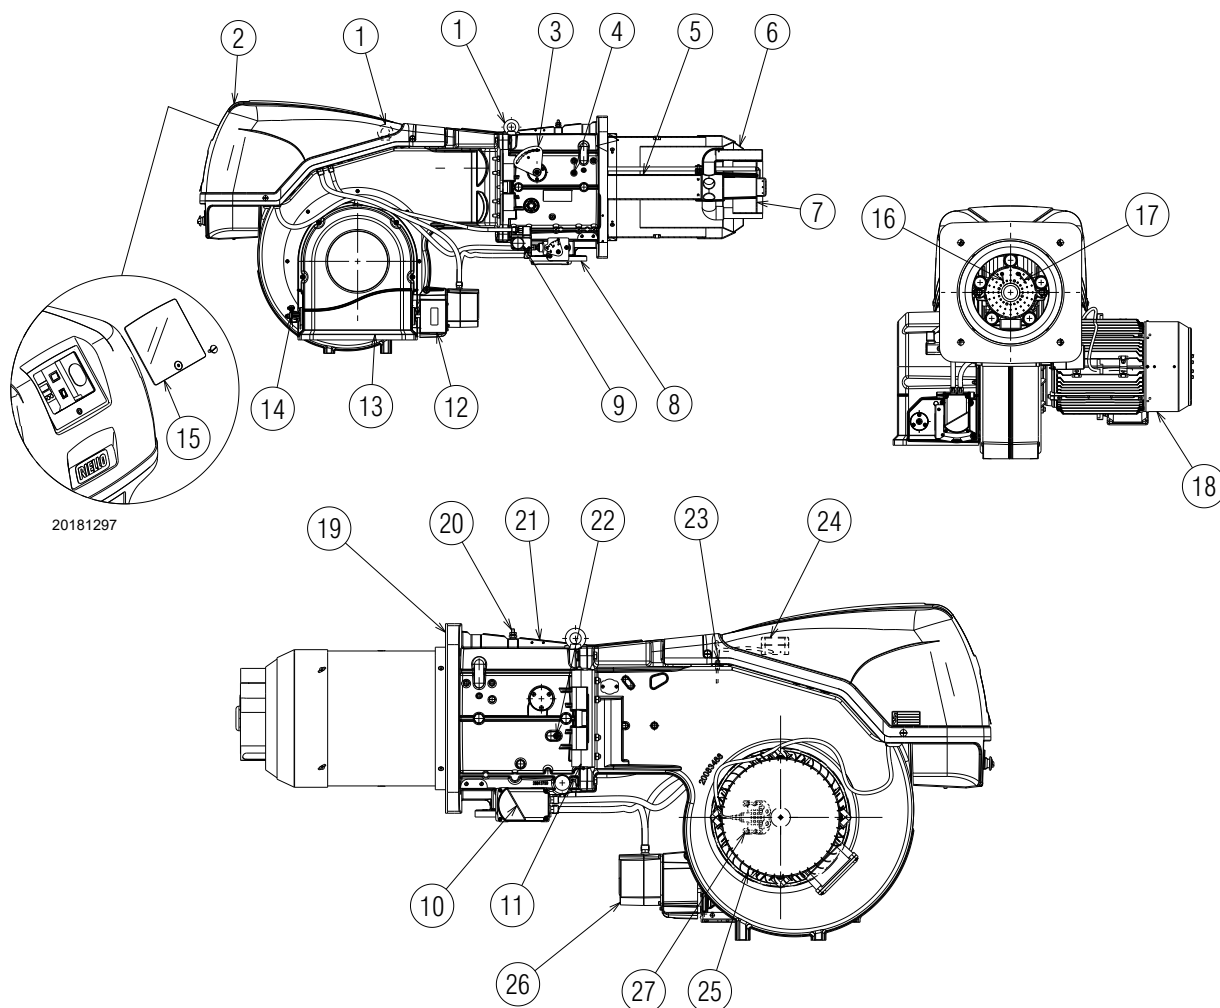

Fig. 4
- (1) Condiciones de referencia: Temperatura ambiente 20 °C - Temperatura gas 15 °C - Presión barométrica 1013 mbar - Altitud 0 m s.n.m.
- (2) Presión en la toma 20)(Fig. 4 en pág. 11) con presión cero en la cámara de combustión y a la potencia máxima del quemador.
- (3) Presión sonora medida en el laboratorio de combustión del fabricante, con quemador funcionando en caldera de prueba a la máxima potencia. La potencia sonora se mide con el método "Free Field", previsto por la Norma EN 15036, y según una exactitud de medida "Accuracy: Category 3", como se describe en la Norma EN ISO 3746.